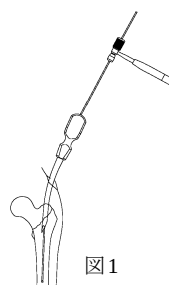

図1
- 骨折部を整復後、中空オウルにて大転子頂部を開創し、ガイドワイヤーハンドルにて把持したガイドワイヤーを挿入します。（図1）